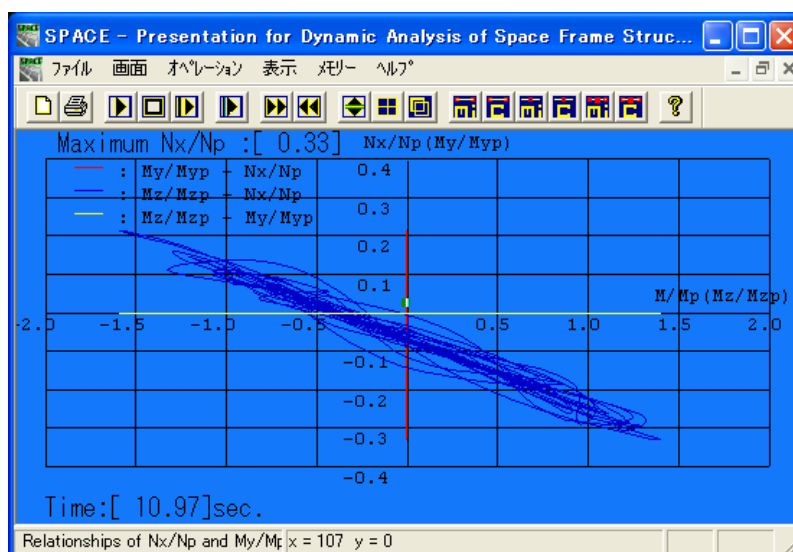

図 9-13b 部材の軸力と曲げモーメントの関係
1. $N/N_p - M_y/M_{yp}$ ：相関図（図 9-13b）